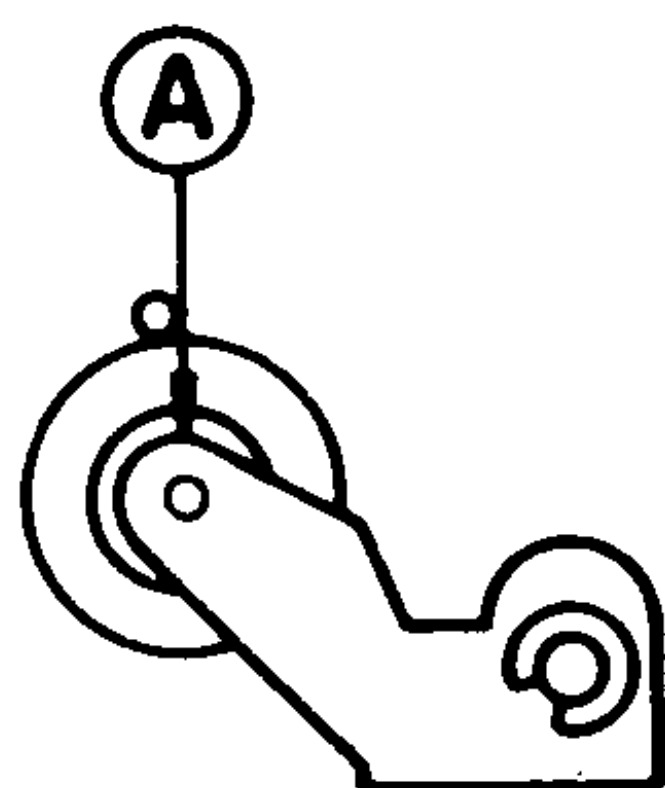

图 3-1
2. 使用张力计 (500克) 在图3-1④点压带轮, 于是压带轮脱离开主导轴。然后慢慢地放松张力计, 直至压带轮重新碰到主导轴 (也就是压带轮重新转动时), 检查张力计读数在340克至440克之间。